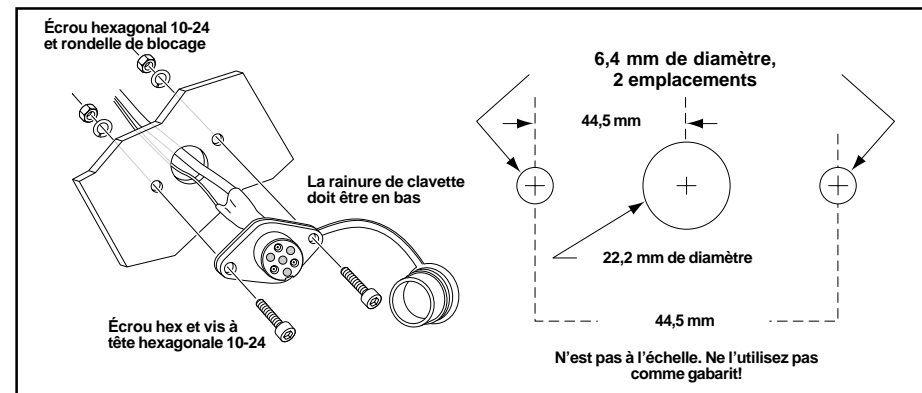

Figure 9 : Installation de la prise de télécommande
- Après avoir déterminé l'emplacement où sera installée la prise de télécommande, percez trois trous et installez-la. (Voir figure 9.)